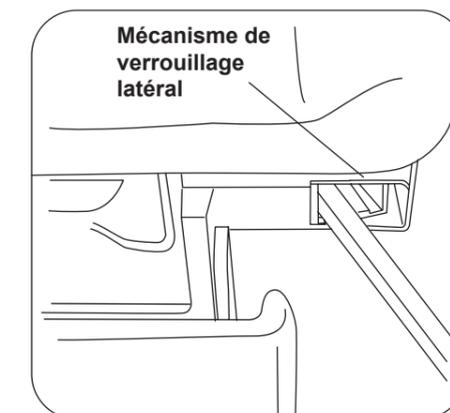

Figure 14. Réglage latéral de l'étrier
1. Soulevez l'extrémité de l'étrier, puis faites-le pivoter vers l'extérieur à la position souhaitée (Figure 14).